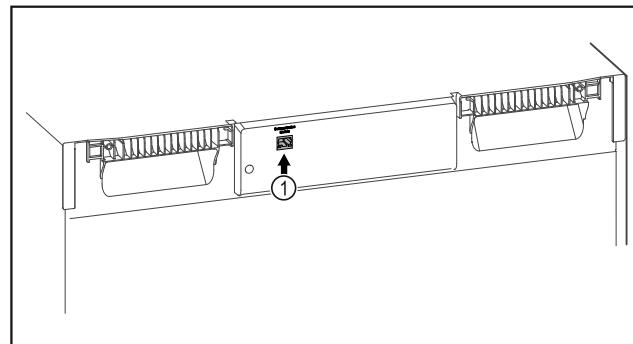

Fig. 99
SmartModule Fig. 99 (1) установлен.